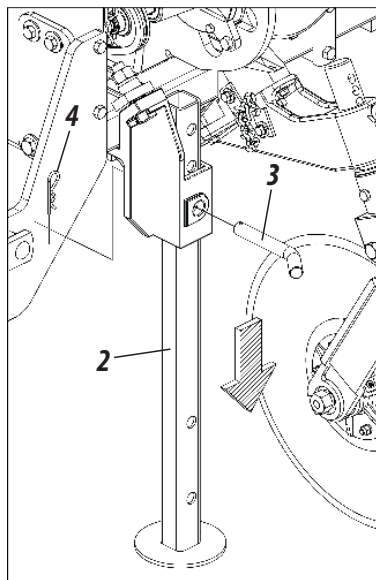

Figura 12
02 - 2- En seguida, baje los soportes de apoyo (2) y fíjelos con el perno (2) y fíjelo con el perno (3) y tranca (4), según muestra la figura 12.